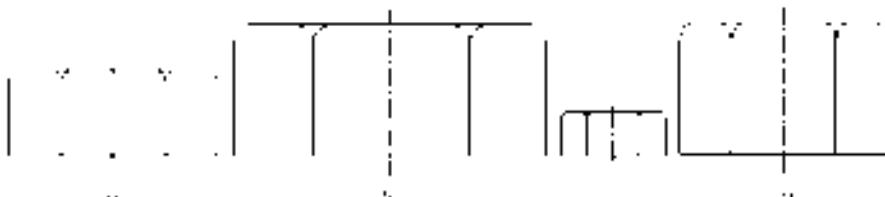
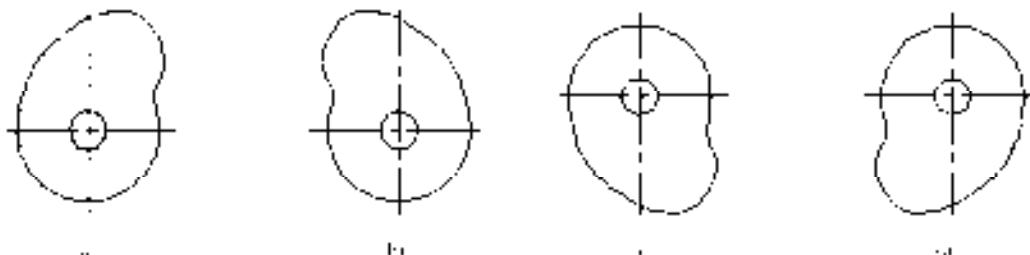

图 7-8 取不同比例系数插入图块的效果
图 7-9 取比例系数为负值插入图块的效果
(3) “比例”选项组 确定插入图块时的缩放比例。图块被插入到当前图形中的时候，可以以任意比例放大或缩小，如图 7-8 所示。图 7-8a 所示是被插入的图块；图 7-8b 所示为取比例系数为“1.5”插入该图块的结果；图 7-8c 所示是取比例系数为“0.5”的结果。X 轴方向和 Y 轴方向的比例系数也可以取不同，如图 7-8d 所示，X 轴方向的比例系数为“1”，Y 轴方向的比例系数为“1.5”。另外，比例系数还可以是一个负数，当为负数时表示插入图块的镜像，其效果如图 7-9 所示。